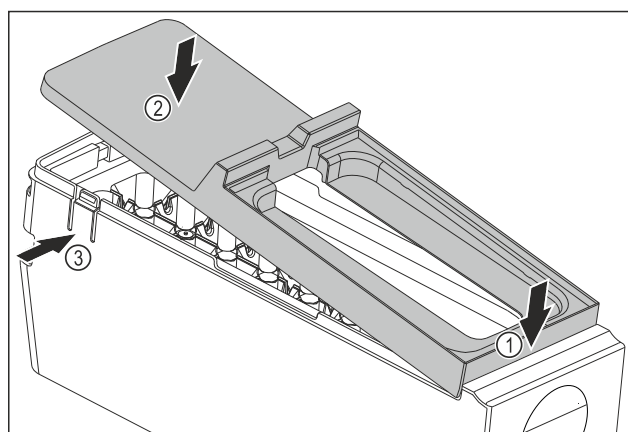

Fig. 166
- Monter le couvercle du corps de l'EasyTwist-Ice : Placer le couvercle à l'avant. Fig. 166 (1)
- Abaisser le couvercle à l'arrière. Fig. 166 (2)
- L'enclenchement du couvercle dans les deux languettes Fig. 166 (3) se fait entendre.